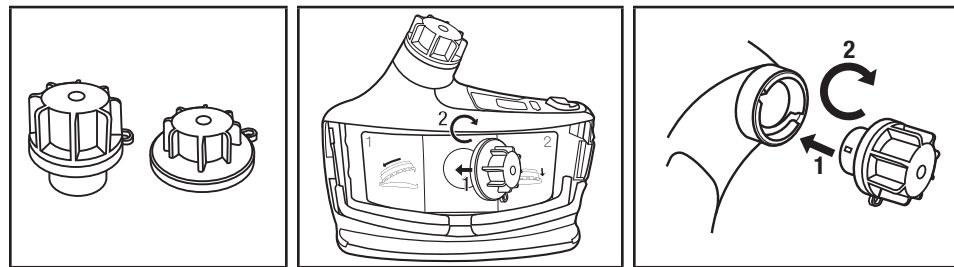

Fig. 18 – Fixando as capas de limpeza e de armazenamento do motor/ventilador
- Se uma limpeza adicional for necessária, remova o filtro/cartucho e a traquéia. Para reduzir a queda de material no motor/ventilador, retire o filtro/cartucho enquanto estiver virado para baixo. Introduza os pinos de limpeza e de armazenamento da entrada e saída de ar (Limpeza e Armazenamento do Kit TR-653 da 3M™) na TR-600 (veja a Fig. 18). O TR-600 agora pode ser lavado em água corrente, imerso ou colocado em uma lavadora de respirador para posterior limpeza. A temperatura da água não deve exceder os 122°F (50°C). As vedações do pino devem ser inspecionadas para ver se apresentam danos e desgaste antes de cada uso. As vedações apresentando desgaste ou danificadas devem ser repostas. Lavar a TR-600 Versaflo, com vedações danificadas, pode causar dano à TR-600 Versaflo e cancelar a garantia da mesma. Motorizados que tenham sido derrubados ou danificados não devem ser imerso ou colocado em uma máquina lavadora de respirador devido à potencial entrada de água. As vedações devem ser substituídas a cada 30 utilizações, ou anualmente, o que acontecer primeiro, para minimizar o uso de vedações com uso em excesso.